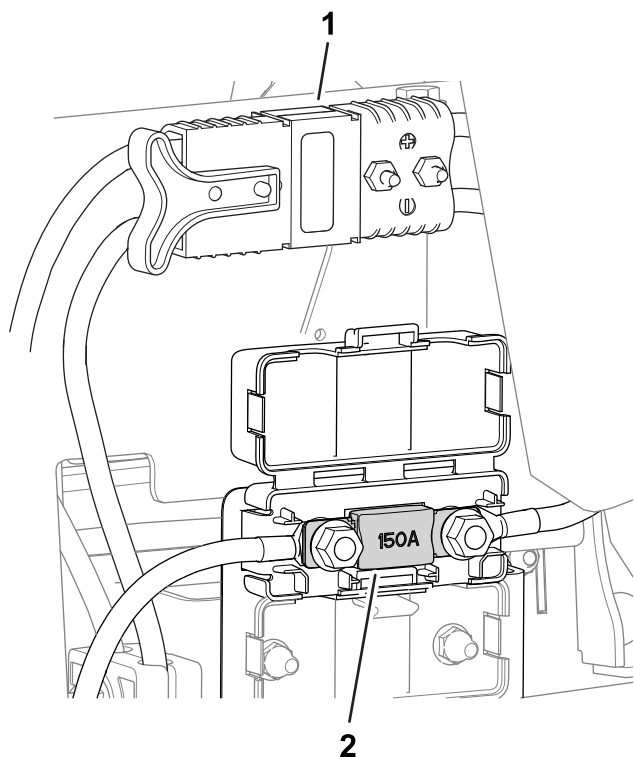

Bild 55
- Die Sicherung für das elektrische System befindet sich unter den Hauptstromanschlüssen (Bild 55).